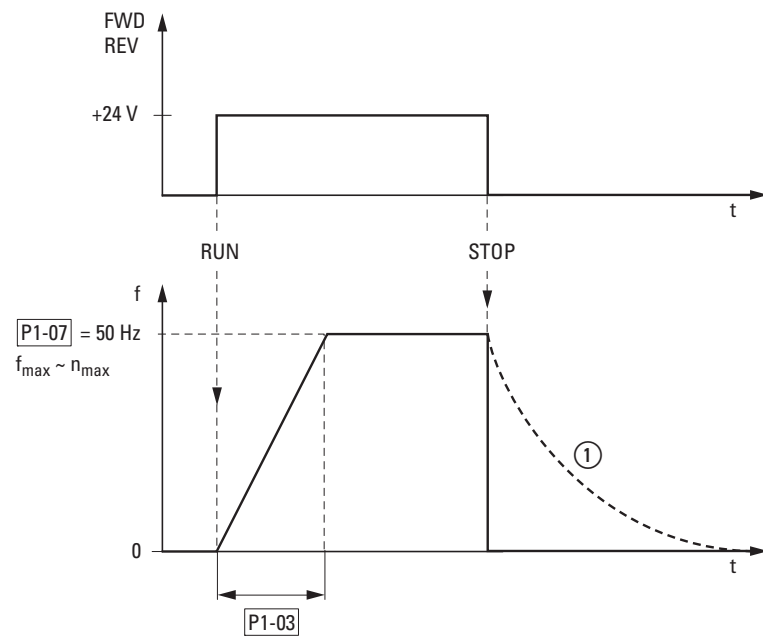

Abbildung 90: Start-Stopp-Befehl bei maximaler Sollwertspannung
Abbildung 90 zeigt beispielhaft den Verlauf, wenn das Freigabesignal (FWD/REV) angeschaltet wird und die maximale Sollwertspannung (+10 V) anliegt. Der Motor folgt in seiner Drehzahl der Ausgangsfrequenz, in Abhängigkeit vom Last- und Trägheitsmoment (Schlupf), von 0 bis n_{max} .
Wird im Betrieb das Freigabesignal (FWD, REV) abgeschaltet, so wird der Wechselrichter sofort gesperrt (STOP) und die Ausgangsfrequenz auf 0 gesetzt. Der Motor läuft ungeführt aus (siehe ① in Abbildung 90). Die Beschleunigungszeit wird in Parameter P1-03 eingestellt.